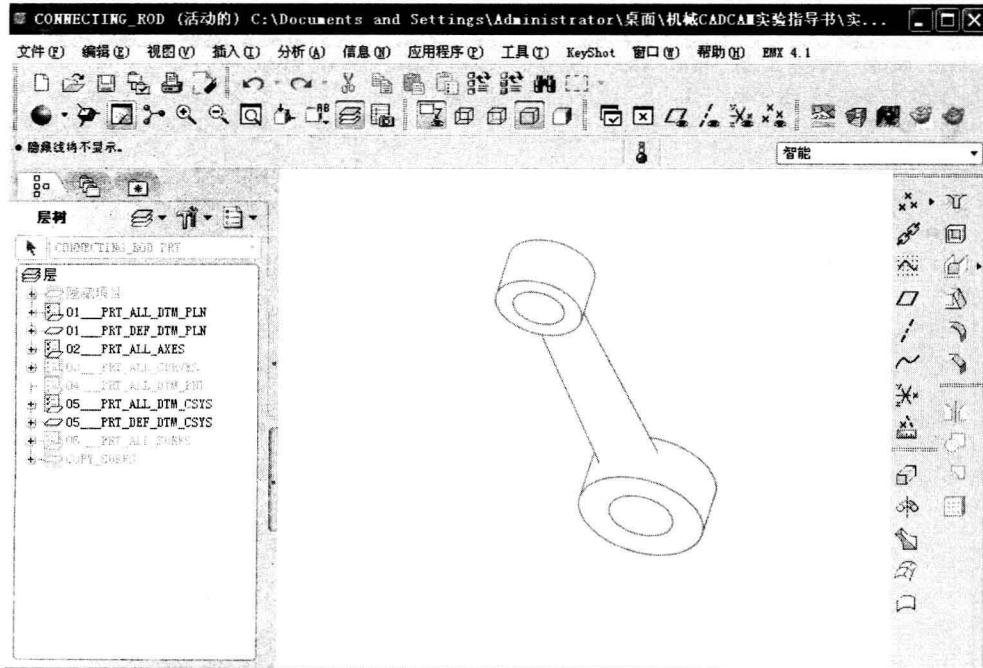

图 1-8 无隐藏线显示模式
(3) 无隐藏线显示模式：按下 按钮，模型显示效果如图 1-8 所示。